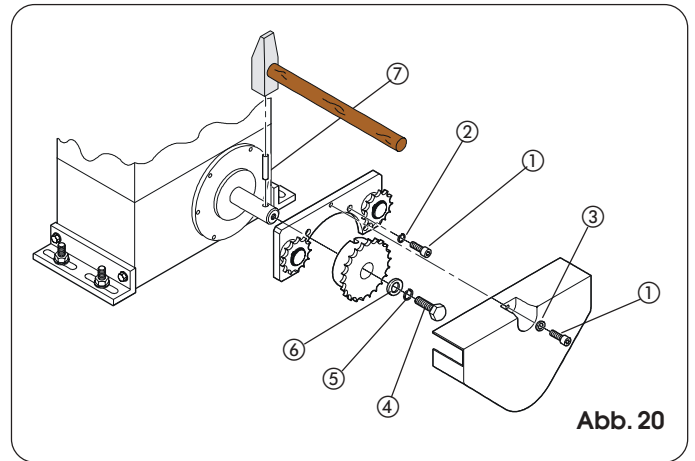
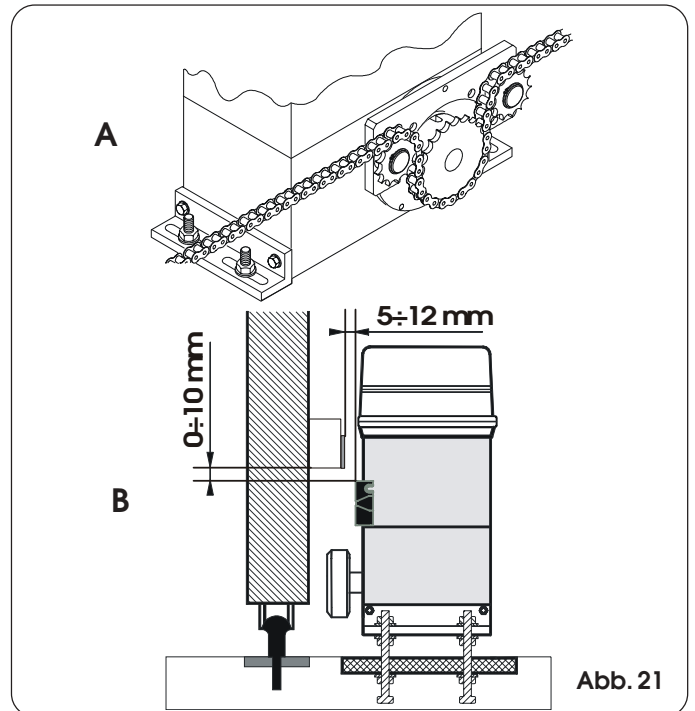

Abb. 20
Abb. 21
4.5.2. MOD. 746 ER RF (Abb. 20 - 21)
- 1) Federstecker ⑦ mit einem Hammer in die Welle eintreiben.
- 2) Den Bügel der Umlenkrollen mit Hilfe der im Bausatz enthaltenen vier Schrauben ① (M5 x 12) und entsprechenden Scheiben ② gemäß Abb. 20 auf den Motorflansch anbringen.
- 3) Die Passsitze des Kettenritzels mit dem Federstecker in der Welle fluchten und die Schraube ④ mit den entsprechenden Scheiben ⑤ und ⑥ festziehen.
- 4) Die Kette nach Angaben in Abb. 21 Bez.A einfädeln und das Abdeckgehäuse mit der Schraube a und der Scheibe c (Abb. 20) aufsetzen.
- 5) Bei Antrieben mit MLS-Endschaltern sind die Halterungen für die Positionierung der mitgelieferten Magnete unter Einhaltung der in der Abb. 21 Bez. B angegebenen Abmessungen vorzubereiten.